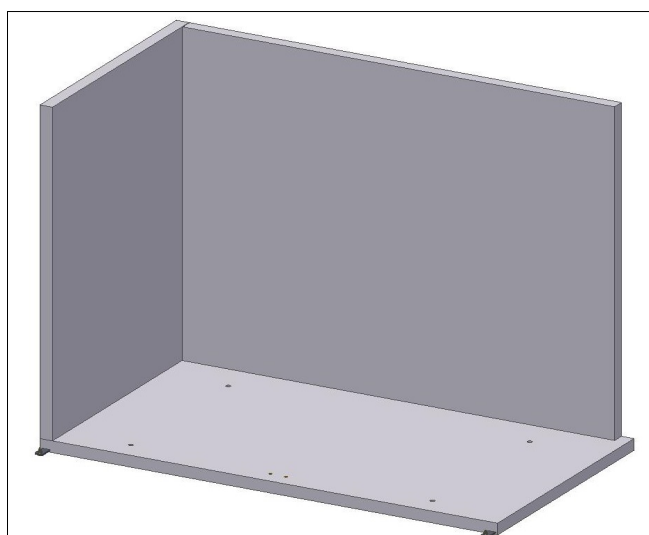

Fig. 4
- Bringen Sie die **linke Seitenwand** auf der Bodenplatte in Position und befestigen Sie sie mit ihr (Abb. 4);